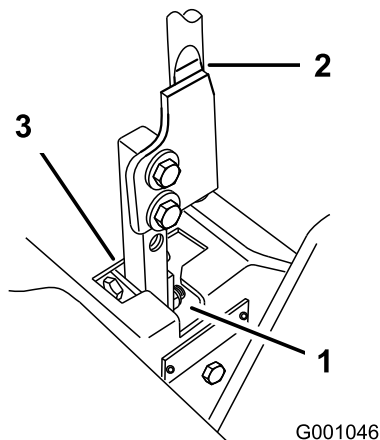

Figura 76
5. Desloque a alavanca para a posição de ponto-morto, mas não bloqueada (Figura 76).
6. Puxe a alavanca para trás até que o pino de segurança (no braço por baixo do eixo de articulação) entre em contacto com a extremidade da ranhura (até começar a fazer pressão na mola) (Figura 76).
7. Verifique onde é que a alavanca de controlo está relativamente ao entalhe na consola (Figura 76). Deve estar centrada, permitindo que a alavanca articule para fora para a posição bloqueada em ponto-morto.